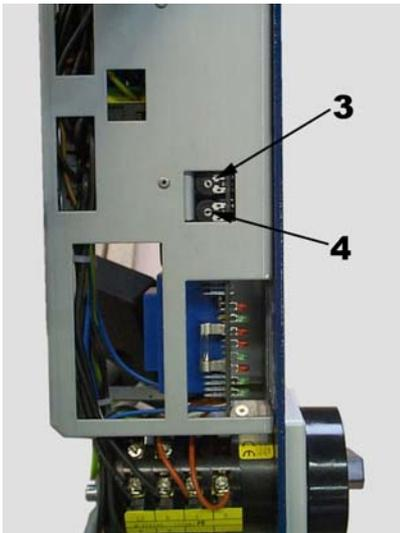
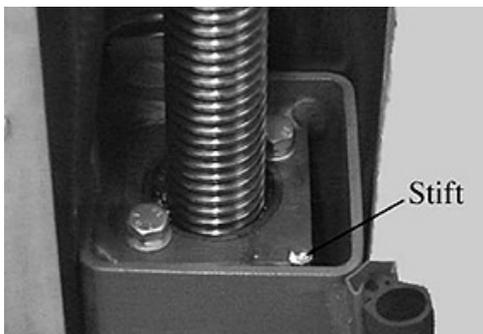
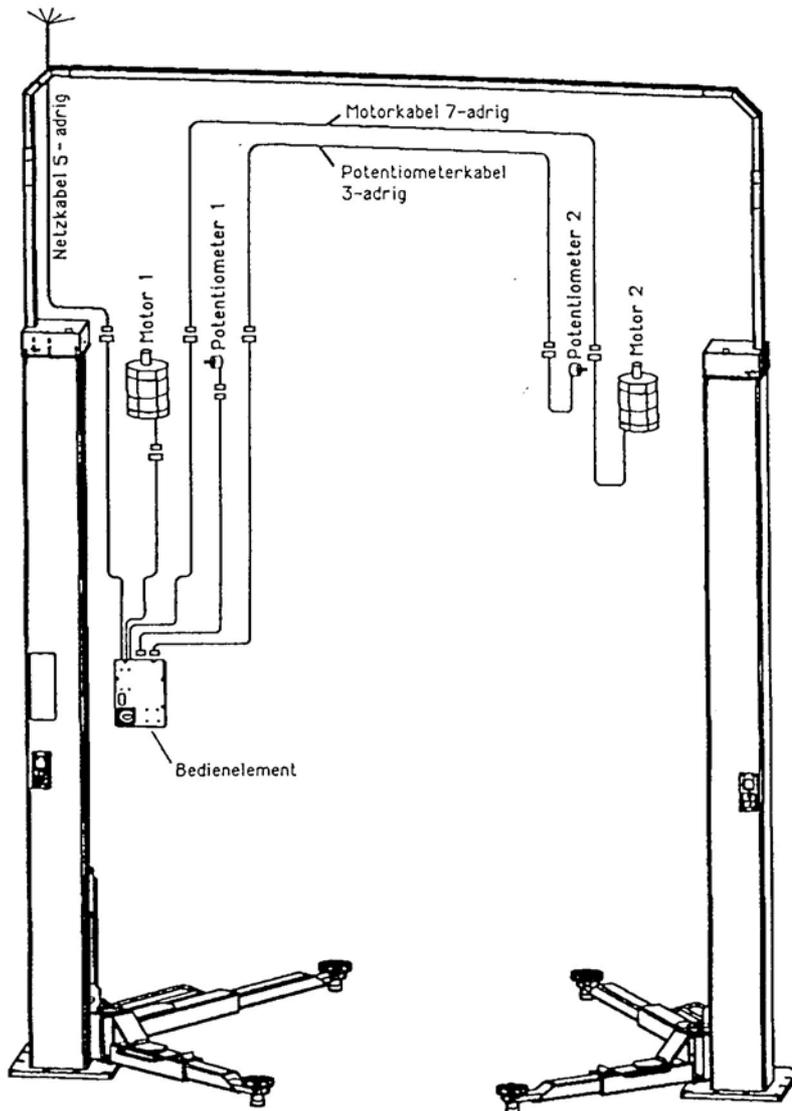
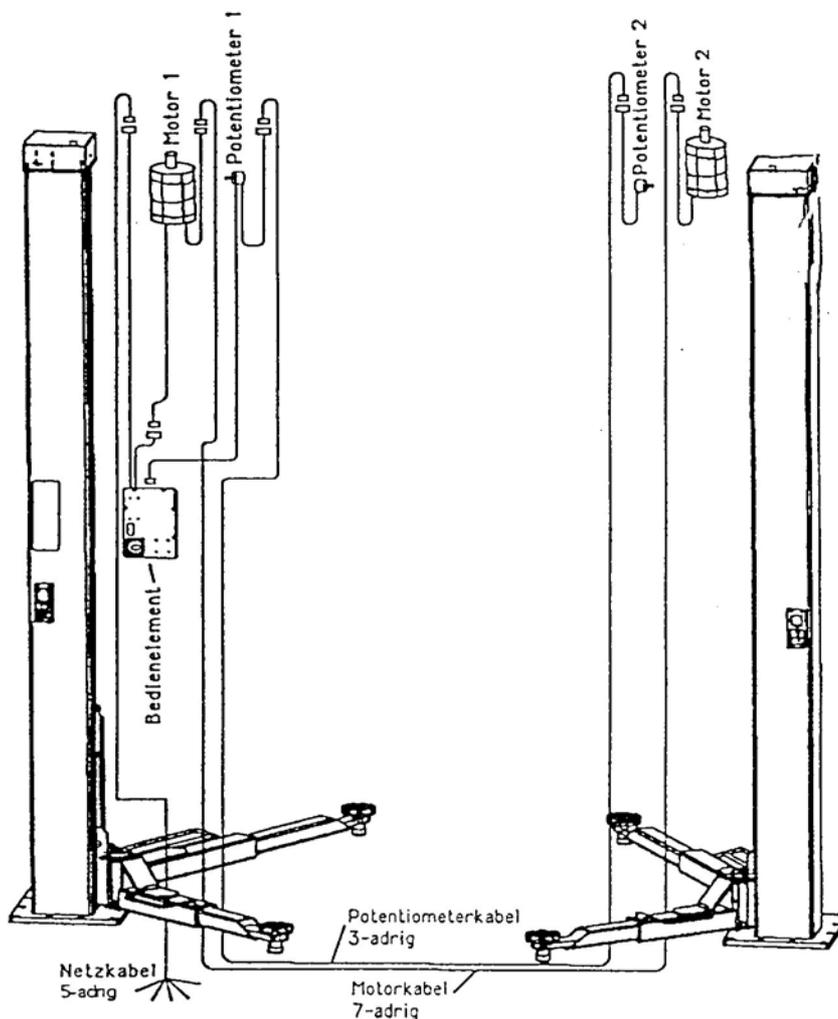

Bild 3
Bild 11: Tragmutterstift
Bild 16: Kabelverlauf mit Verwendung von Steig- und Querrohr
Bild 17: Kabelverlauf ohne Verwendung von Steig- und Querrohr
- Optische Verschleißmessung: Zur Überprüfung der Tragmutter wird zunächst die Abdeckung von der Hubspindel (Bild 3, Pos.b) entfernt. In der Tragplatte ist ein Tragmutter-Verschleißmessstift eingebaut (siehe Bild 16). Dieser muss mit der Oberkante der Tragplatte (im Hubschlitten oben) bündig sein (siehe Bild 11 Einbau-Zustand). Schaut der Stift 2 mm nach oben heraus (siehe Bild 17 Austausch-Zustand), so muss die Tragmutter zusammen mit der Folgemutter ausgetauscht werden.
- Kabel gemäß der Zeichnung (Bild 16) in dem Steig- und Querrohr der Hebebühne verlegen und die passenden Stecker zusammenfügen:
- Die Kabel sind gemäß der Zeichnung (Bild 17) zu verbinden.